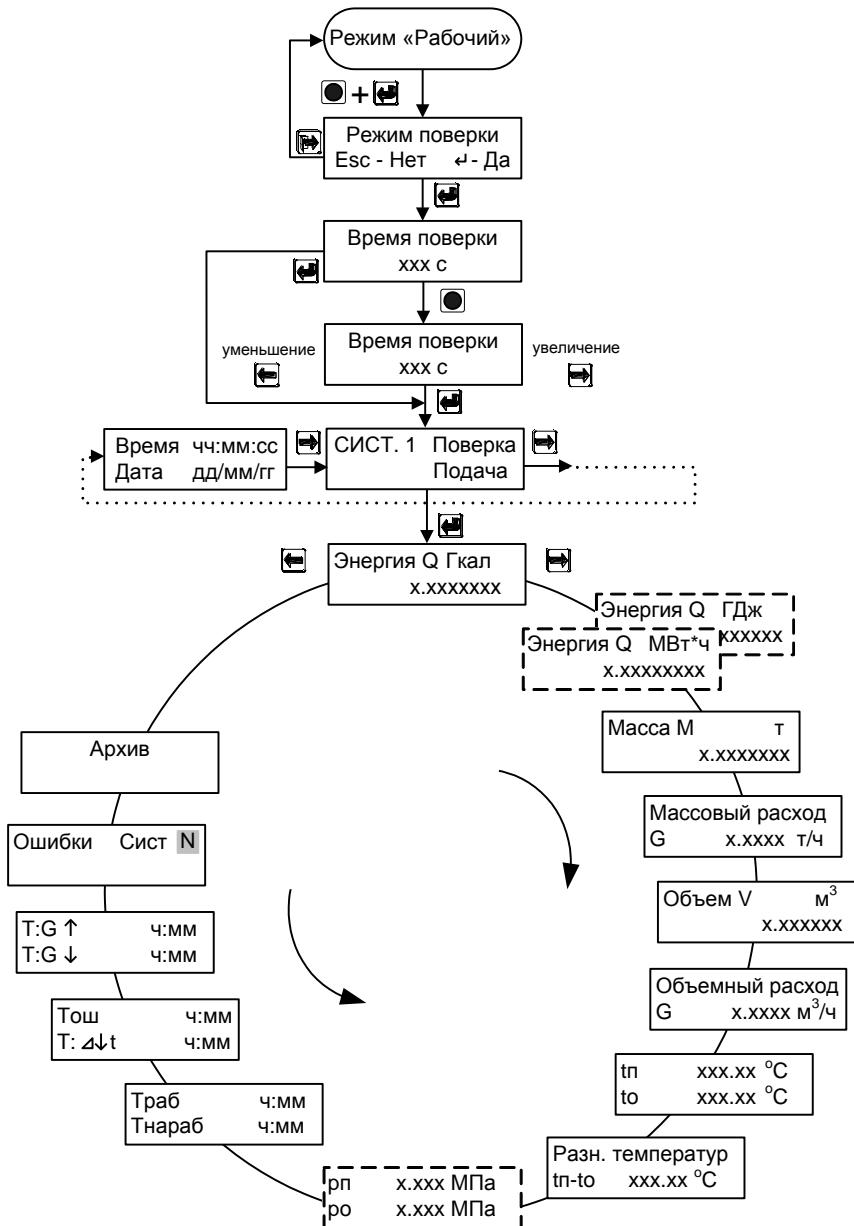

Рис. 7.4
7.5.2 Для входа в режим работы теплосчетчика «Проверка» (проверка измерительного канала количества теплоты) необходимо, находясь в любом меню режима «Рабочий», **одновременно** нажать кнопки **«служебная»** и **«вход»**. Для выхода из режима проверки необходимо, находясь в любом меню режима «Проверка», **одновременно** нажать кнопки **«служебная»** и **«выход»**. Порядок перехода между окнами режима «Проверка» изображен на рис. 7.4.
**ВНИМАНИЕ !** При входе в меню (см. рис. 7.4):